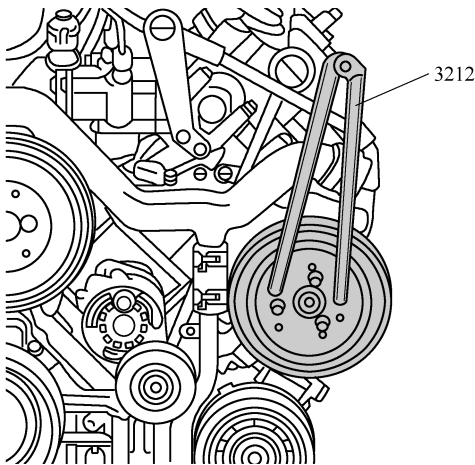

图 1-5-7 从伺服泵上取下多楔带轮
(2) 如图 1-5-7 所示,松开螺栓时用双孔螺母扳手 3212 作为固定支架,从伺服泵上取下多楔带轮。